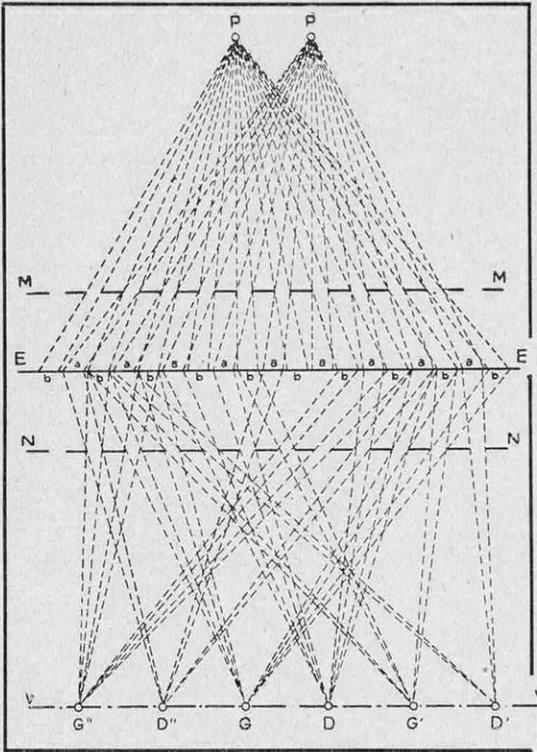

FIG. 1. — PRINCIPE DE LA PROJECTION EN RELIEF SANS LUNETTES
celui des écrans stéréoscopiques de M. Estanave (1). Imaginons (fig. 1) un écran translucide *E*, sur lequel deux projecteurs *PP'* dirigent chacun une des vues stéréoscopiques conjuguées à travers une grille *M* (constituée par des bandes noires verticales équidistantes séparées par des fentes de moindre largeur). La position de *P* et *P'* est telle que les zones *a* projetées sur *E* par *P* s'intercalent entre les zones *b* projetées par *P'*. Supposons que se trouvent en *D* et *G* l'œil droit et l'œil gauche d'un spectateur, qui regarde *E* à travers une grille *N* analogue à la précédente. Son œil droit ne verra que les zones *a* et son œil gauche que les zones *b*. La sélection cherchée est ainsi obtenue et, par suite, le relief stéréoscopique réalisé.